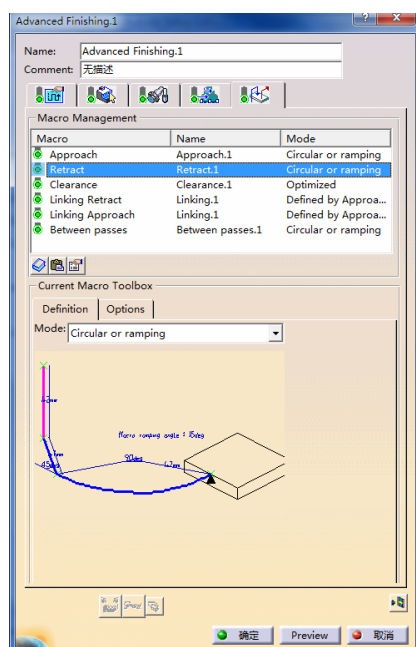

图 3-128 设置“Retract”参数 (5)
- 在“Macro Management”区域的列表框中选择“Retract”，单击鼠标右键，在弹出的快捷菜单中选择 Activate 命令，在“mode”下拉列表中选择“Circular or ramping”，设置“Retract”参数（5）如图 3-128 所示。